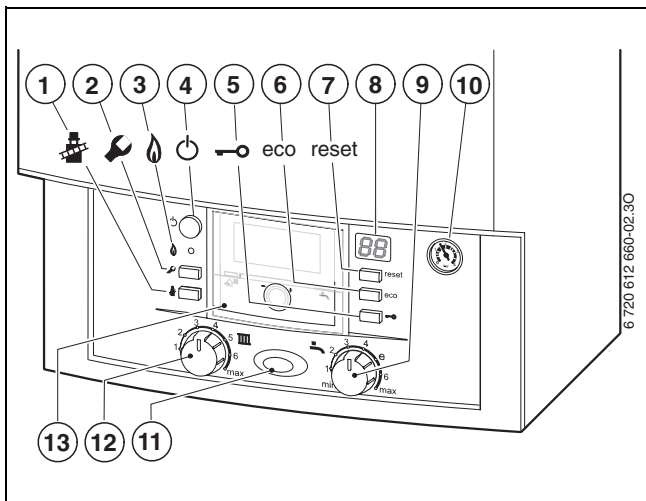

Bild 7
- Außentemperaturgeführter Regler im Gerät eingebaut, → Bild 7, [13], Seite 17.